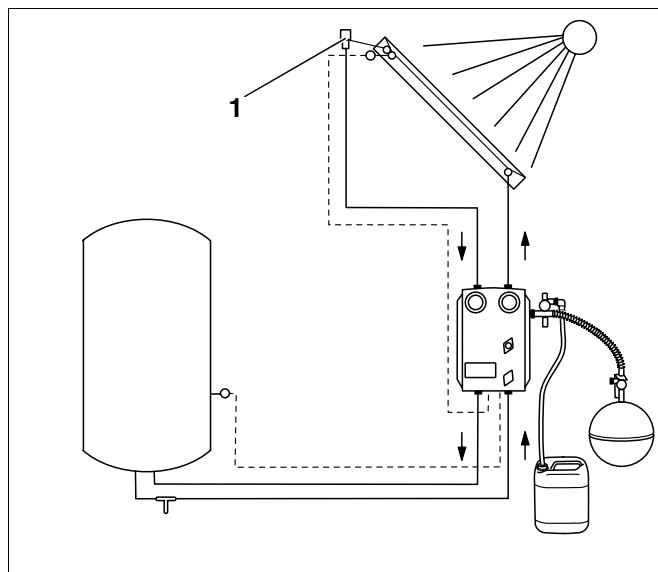

Fig.5 Posição da purga automática
- Se desejar efectuar a purga do sistema de energia solar através de um dispositivo automático de purga (Fig. 5, **Item 1**) no ponto mais elevado do sistema, deverá instalar as tubagens com uma inclinação em relação ao dispositivo de purga. Em cada mudança de direcção para baixo é necessário existir um câmara de ar adicional com dispositivo de purga (utilizar dispositivos de purga inteiramente metálicos; resistência a temperaturas de 150 °C).